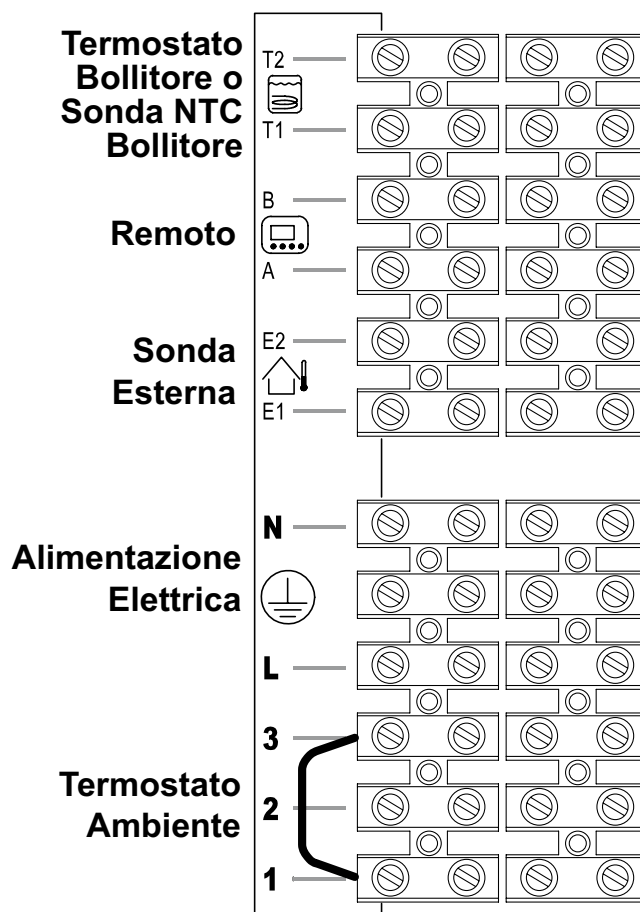

Figura 5.35
- Collegare ai morsetti **T1** e **T2** della morsettieria i due conduttori elettrici come indicato in Figura 5.35 .
Per il collegamento della sonda esterna servirsi dei morsetti indicati in Figura 5.35 .
Per il collegamento del remoto servirsi dei morsetti indicati in Figura 5.35 .
Il ponticello elettrico collegato nella morsettiera termostato ambiente tra i morsetti "1 e 3" non va rimosso Figura 5.35 .